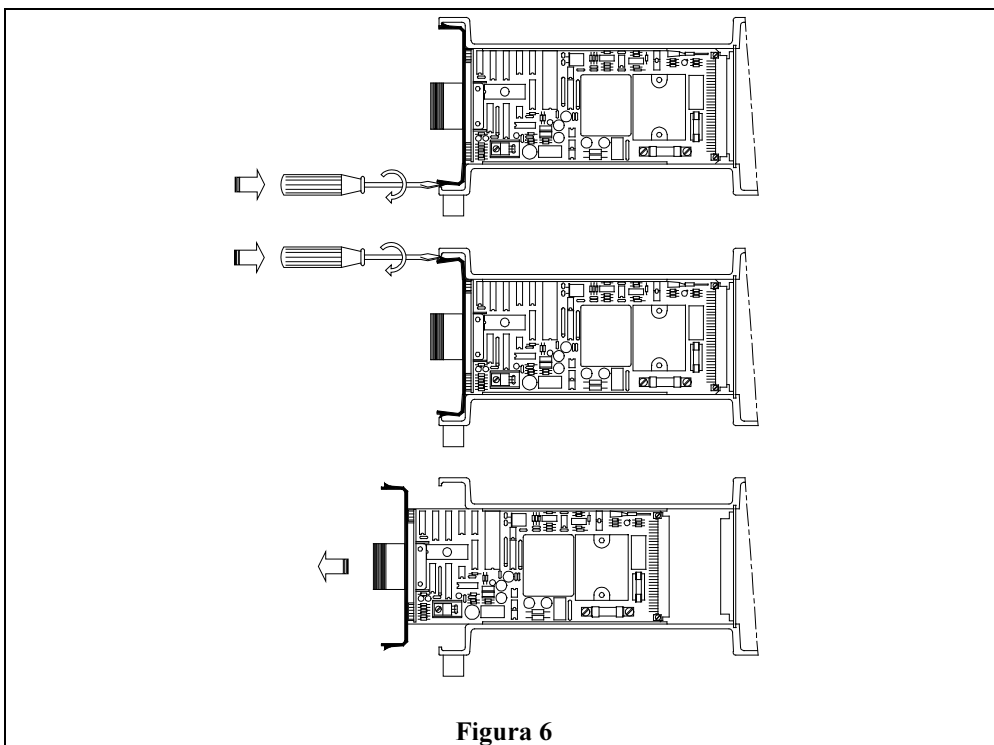

Figura 6
2. Inserire un cacciavite piano nella fessura al centro del labbro inferiore della mostrina (vedi Figura 6, pag. 19); la lama del cacciavite deve essere larga almeno 6mm.